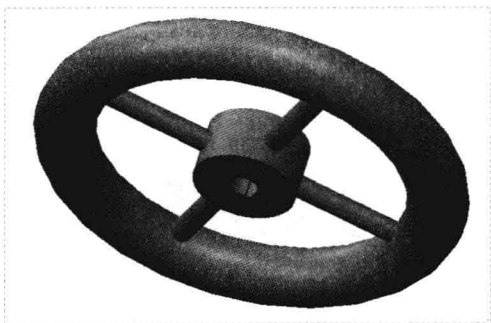

图 8-93 创建管道特征
Step 07 选择“完成”选项, 执行操作后, 即可创建管道特征, 如图 8-93 所示。